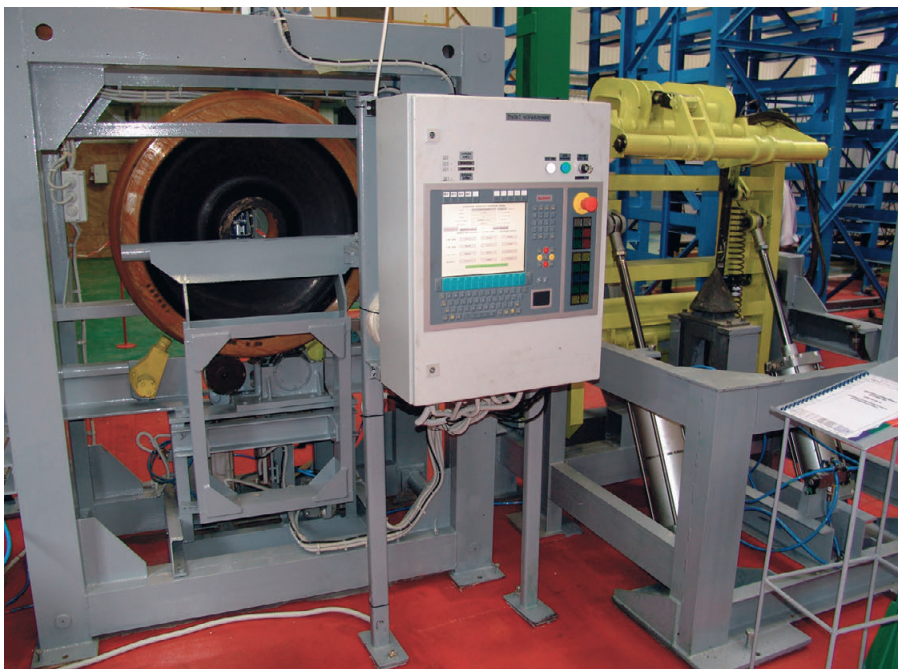

Рис. 3. Установка входного контроля параметров колёс
- демонтажное отделение с входным контролем параметров колёс (рис. 3);